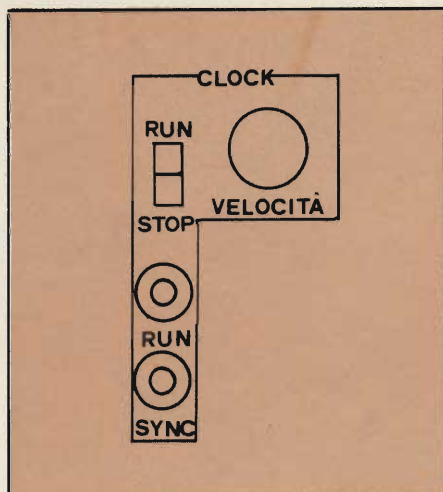

Fig. 2 - Generatore di clock e relativi comandi.
- 1) Il timer interno «clock» (fig. 2)
Incominciamo dunque a parlare del Clock, (fig. 2).